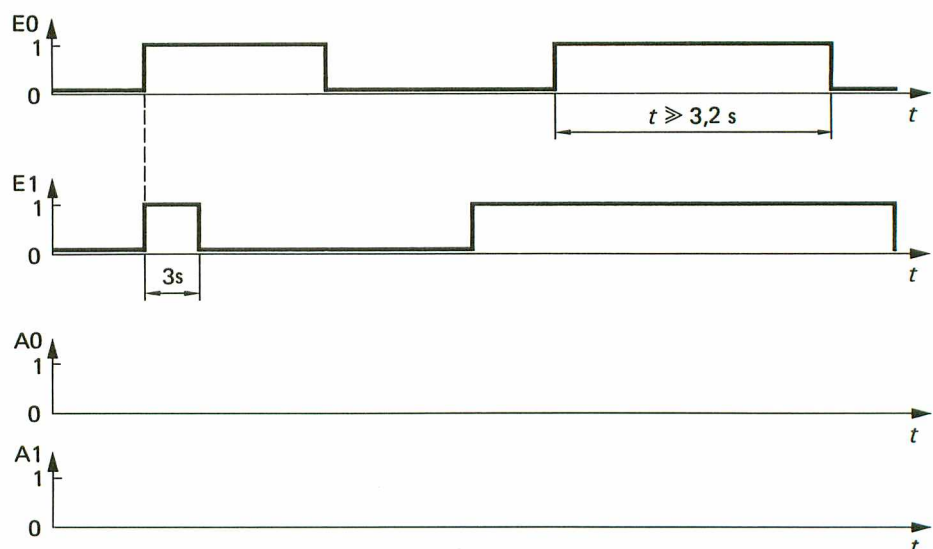

Bild D 38.3
- Ergänzen Sie bitte den in Bild D 38.3 vorgegebenen Signal-Zeit-Plan.